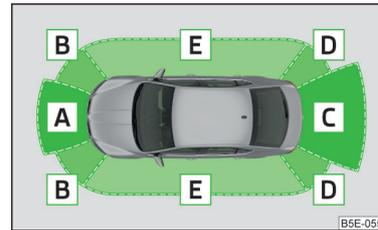

Abb. 149 Abgetastete Bereiche und Reichweite der Sensoren
Ausstattungsabhängig können folgende Systemvarianten bestehen » Abb. 149.
Im Anhängerbetrieb bzw. bei einem anderen an der Anhängersteckdose angeschlossenen Zubehör sind nur die Bereiche **A** und **B** » Abb. 149 des Systems aktiv.
- Die Displayanzeige kann durch das Betätigen der Symboltaste **P** » Abb. 149 auf Seite 143 abgebrochen werden.